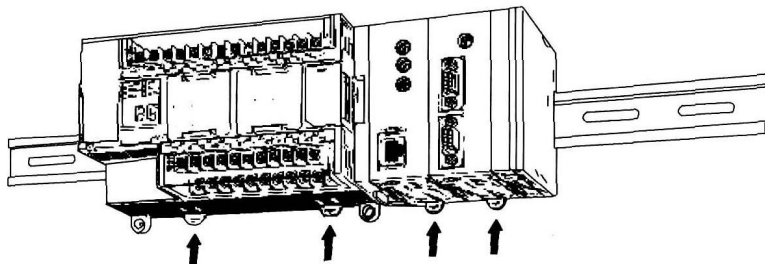

图 1-5 安装销向上压
c. 如图 1-5 所示，将 CP1H 可程序控制器底部的 DIN 导轨安装销向上压，锁定 CP1H 可程序控制器。